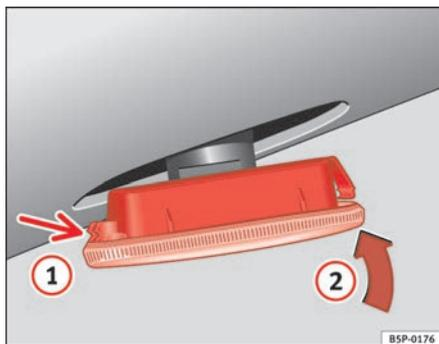

Abb. 173 Seitlicher Blinker
- Setzen Sie den Blinker zuerst in der Aufnahme der Karosserie ein, wobei die Halterungen richtig einrasten müssen ⇒ Abb. 173, Pfeil ①.
- Setzen Sie den Blinker in Richtung Pfeil ② ein ⇒ Abb. 173. ■